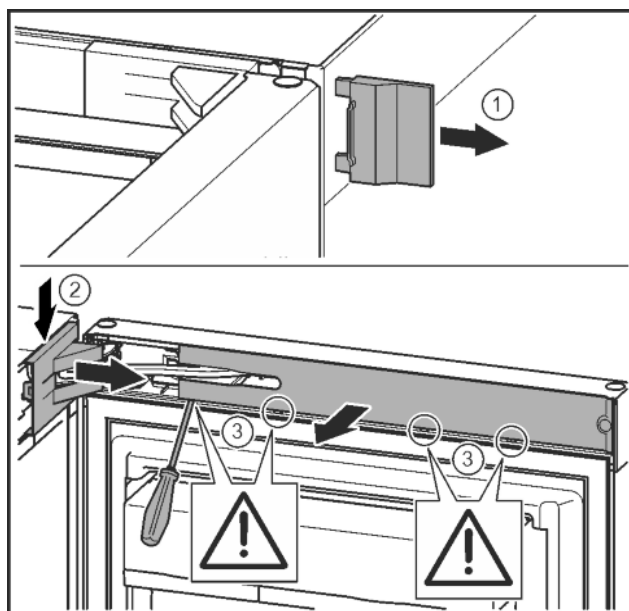

Fig. 12
- ▶ Zdjąć zewnętrzną osłonę. Fig. 12 (1)
- ▶ Wyczepić i poluzować osłonę płytki zawiasu. Zdjąć osłonę płytki zawiasu. Fig. 12 (2)
- ▶ Przy pomocy śrubokręta wyczepić zaślepkę i odchylić w bok. Fig. 12 (3)